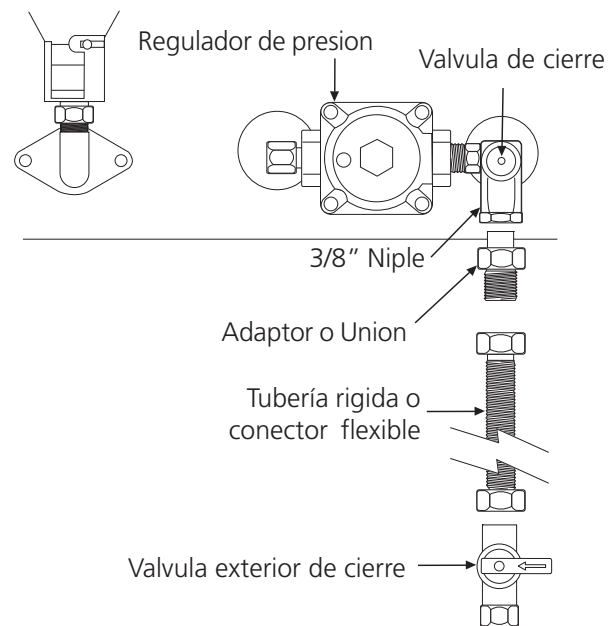

Figura 9
**A. Modelo con 1 1/2 cavidades** (vea figura 9)